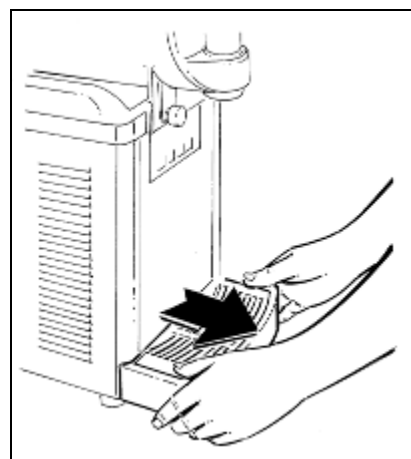

Fig. 10
- **S**montare la vaschetta raccogli gocce tirandola verso l'esterno (fig.10).